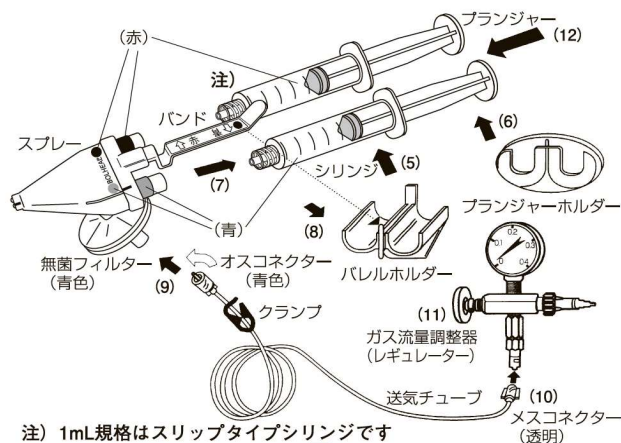

図 2
4.以下、図 2 の通り。図中の番号は以下の 5～12 項の番号に対応する。